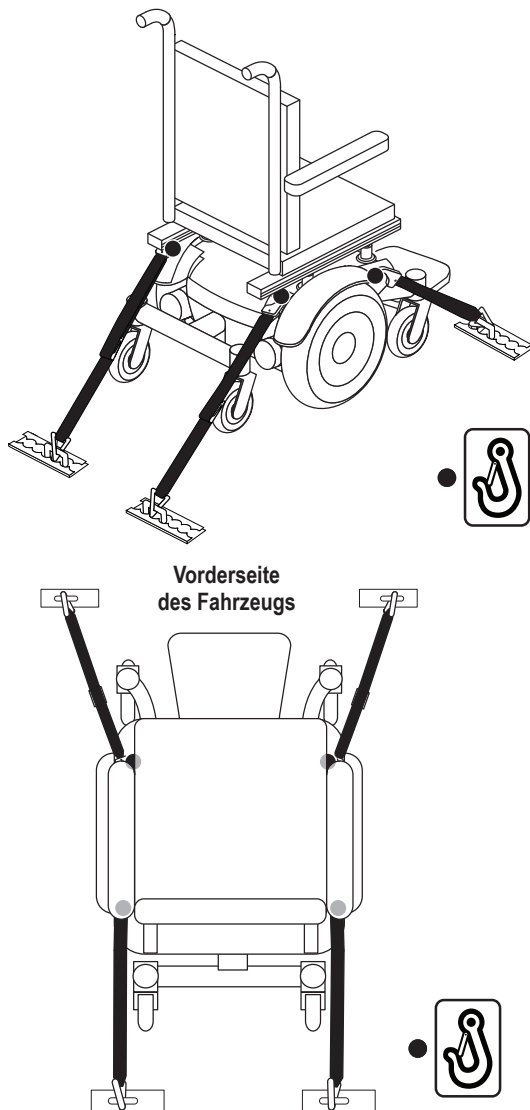

Bild 13. Sicherungspunkte des Befestigungssystems
- Positionieren Sie die Ankerpunkte für die hinteren Sicherheitsgurte direkt hinter den hinteren Sicherungspunkten des Elektrorollstuhls. Die vorderen Sicherheitsgurte müssen an Ankerpunkten am Boden befestigt werden, deren Abstand die Breite des Elektrorollstuhls übertrifft. Dadurch wird eine höhere Seitenstabilität erreicht. **Siehe Bild 13.**